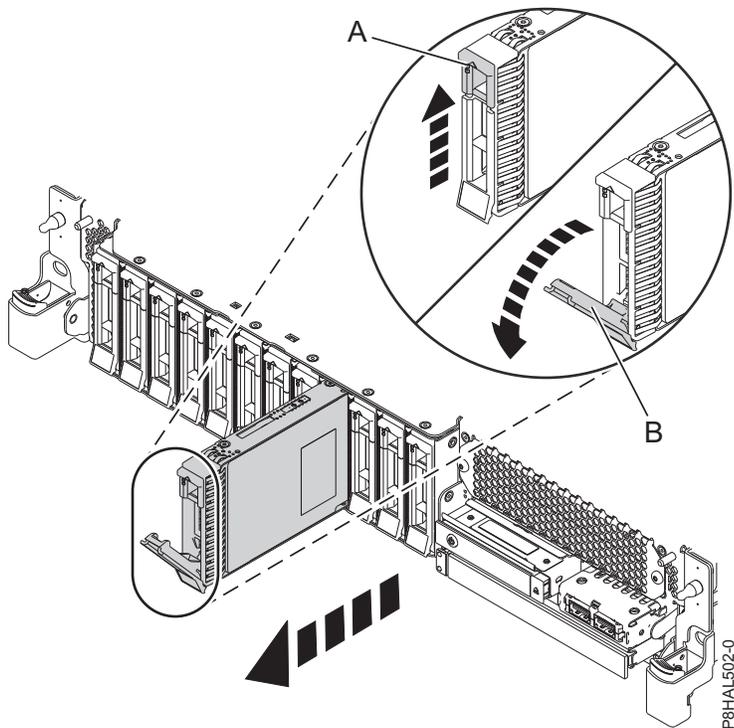
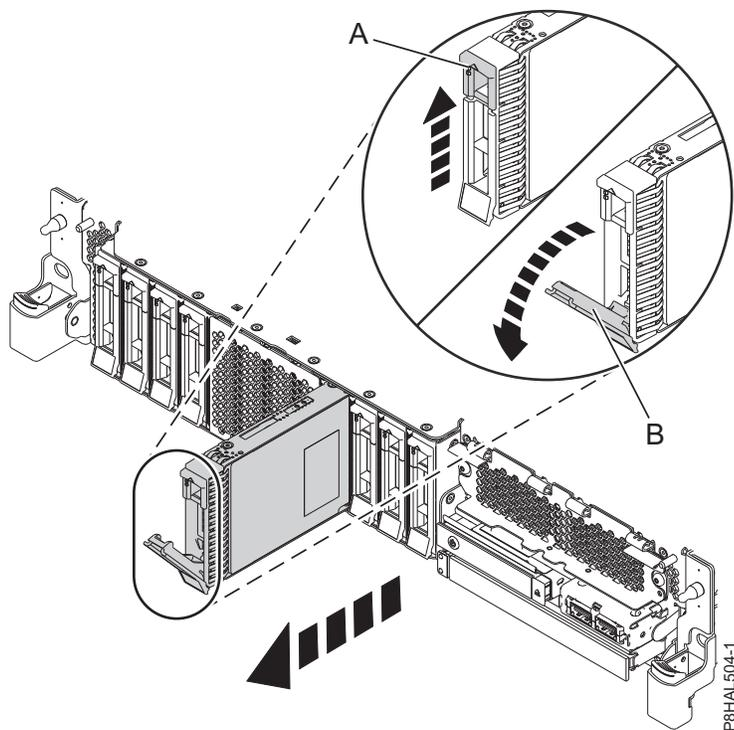

Figura 89. Extracción de una unidad de disco de un sistema de función base
Figura 90. Extracción de una unidad de disco de un sistema de función ampliada
3. Cuando el LED de identificación parpadee, desbloquee el asa de la unidad (**B**) presionando el pestillo del asa (**A**) y tirando de él hacia usted, como se muestra en la Figura 89 en la página 94 y la Figura 90 en la página 94. Si el asa no está extendida del todo, la unidad de estado sólido no se puede deslizar hacia fuera del sistema.